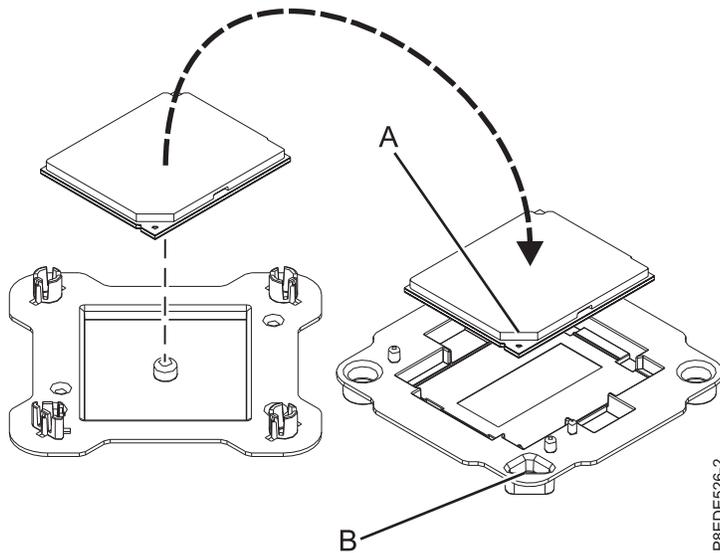

Figure 105. Positionnement du module processeur système dans l'emballage
11. Saisissez légèrement par les côtés le module processeur système que vous avez remplacé et soulevez-le hors du couvercle de l'emballage. Alignez l'angle biseauté du module (**A**) avec l'angle de l'emballage comportant un trou en forme de triangle (**B**) et placez-le dans l'emballage, comme illustré dans la figure 105. Fermez le couvercle de l'emballage.